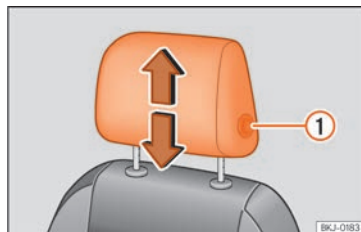
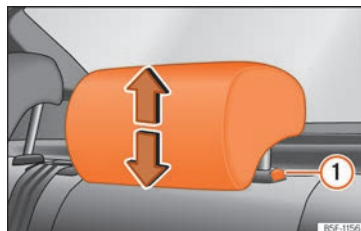

Fig. 119 Asiento delantero: regulación del apoyacabezas.
Fig. 120 Apoyacabezas trasero: regulación del apoyacabezas.
debe presionar el botón »» fig. 119 ①; en el caso de los traseros solo necesita presionar la tecla »» fig. 120 ① para bajarlos »» ⚠ en Introducción al tema de la pág. 131.
- Presione el botón lateral »» fig. 119 ① y extraiga el apoyacabezas.